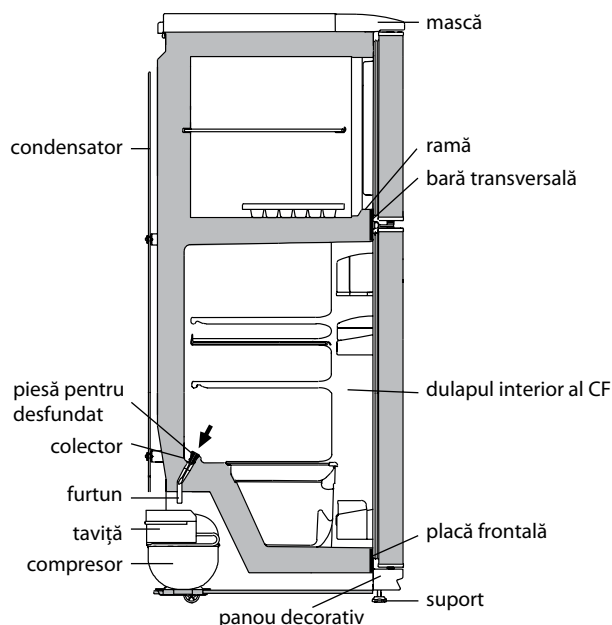

Figura 4 — Schema scurgerii apei provenite din dezghețarea CF
2.2.1 În CF funcționează un sistem automat de dezghețare. Bruma, care apare pe pereții din spate a CF, după deconectarea compresorului care lucrează în ciclu, se topește și se transformă în picături de apă. Picăturile de apă provenită din dezghețare se scurg în colector, apoi prin gaura acestuia și prin furtun - în taviță de pe compresor, în conformitate cu figura 4 și se evaporă.
Prezența apei în colector indică înfundarea sistemului de drenaj. Pentru eliminarea înfundării folosiți piesa corespunzătoare și curățați gaura colectorului, astfel ca apa să se scurgă liber în taviță, apoi spălați piesa și instalați-o în conformitate cu figura 4.
SE INTERZICE să exploatați frigiderul cu sistemul de scurgere înfundat. Apa care a apărut pe fundul CF sau care a ajuns în locul de alăturare a barei transversale și a dulapului interior al CF, în conformitate cu figura 4, poate provoca coroziunea dulapului exterior al frigiderului și elementelor agregatului frigorific, defectarea izolației termice, formarea crăpăturilor dulapului interior și defecțiunea frigiderului.
ATENȚIE! Nu permiteți scurgerea apei provenite din dezgheț din CC la decongelarea și curățarea acestuia, deoarece ea, pătrunzând în locul de alăturare a barei transversale și a ramei CC, în conformitate cu figura 4, poate provoca coroziunea dulapului exterior al frigiderului și a elementelor agregatului frigorific, defectarea izolației termice, formarea crăpăturilor ramei și defectiunea dulapului frigiderului.